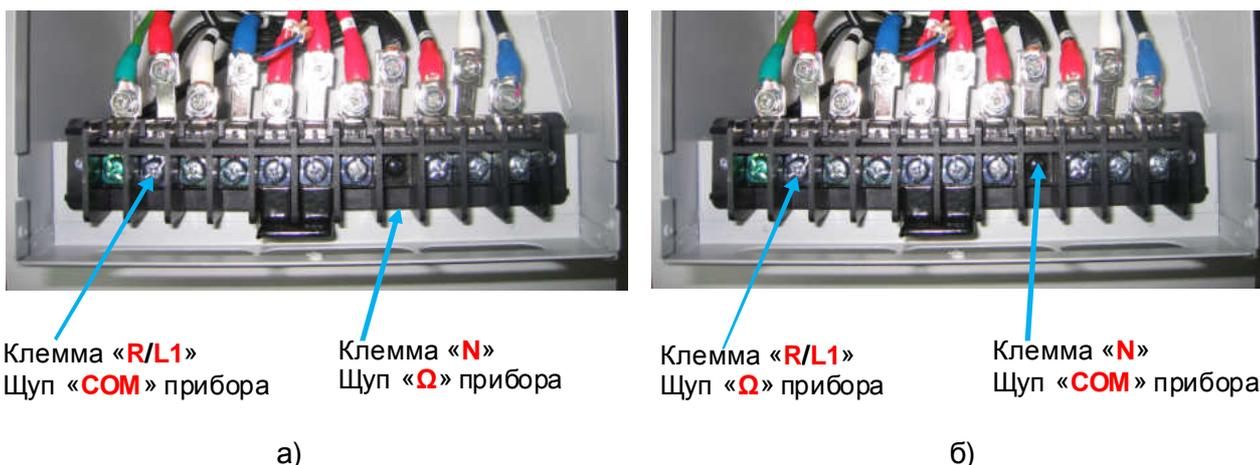

Рис.4.12. Проверка входных силовых цепей относительно терминала «-» звена постоянного тока.
4.12.17.5. Подключить щупы мультиметра к клемме **R/L1** и клемме **N** силовой клеммной колодки в соответствии с рис. 4.12а. Показания, при исправном диодном мосте, должны быть в пределах **200...1000** (прямая проводимость диода). Повторить проверку для клемм **S/L2** и **T/L3**. Если показания прибора отличаются более чем на 10%, диодный мост считается неисправным. Подключить щупы мультиметра в соответствии с рис. 4.12б. Прибор должен показать «**Обрыв цепи**» (обратная проводимость). Повторить проверку для клемм **S/L2** и **T/L3**.